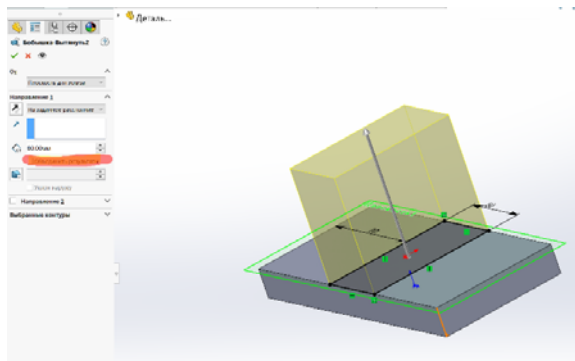

Рис. 2.3.
1.3. На вспомогательной плоскости создать эскиз второй детали. Создать вторую деталь. Установить галочку *не объединять результат* (рис. 2.3).